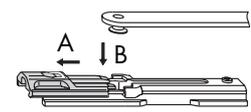

Bild 1
- D** Flügel öffnen und Senkschraube M5 x 8,5 (4) am Lagerbock (3) anziehen (Drehmoment  $2,5 \pm 0,25$  Nm).
- A** Aushebesicherung des Anschlages (16) zurückschieben (Bild 1).
- B** Fasenkopfniet der Kippflügelschere (14) in die vorgesehene Führung einlegen (Bild 1).